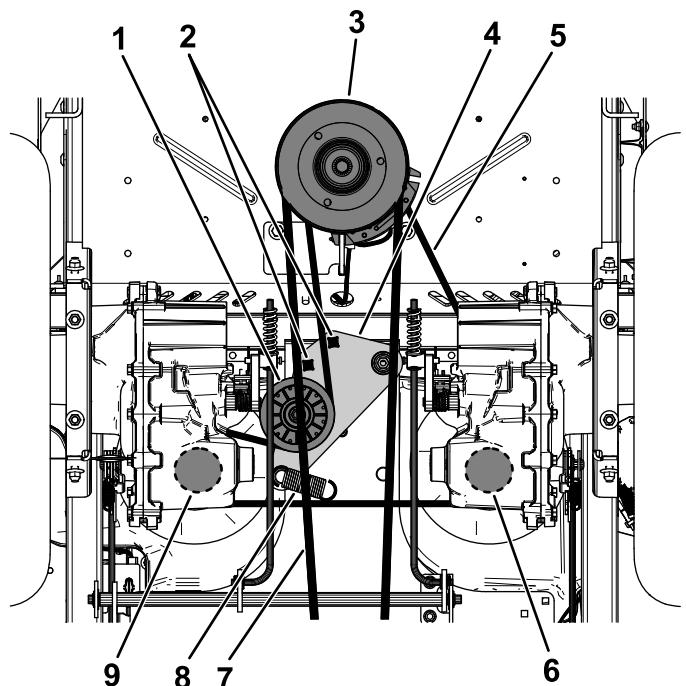

Figura 60
5. Folosiți o cheie cu clichet de 1/2" sau o bară de foră în unul din orificiile pătrate ale braului rolei de ghidare pentru a elimina tensiunea arcului rolei de ghidare (Figura 60).
6. Îndepărtați cureaua existentă de pe fulia rolei de ghidare, de pe cele 2 fulii de acionare a pompei hidraulice și de la fulia motorului (Figura 60).
7. Montați cureaua nouă în jurul fuliei rolei de ghidare, fuliei motorului și în jurul celor 2 fulii ale pompei hidraulice (Figura 60).